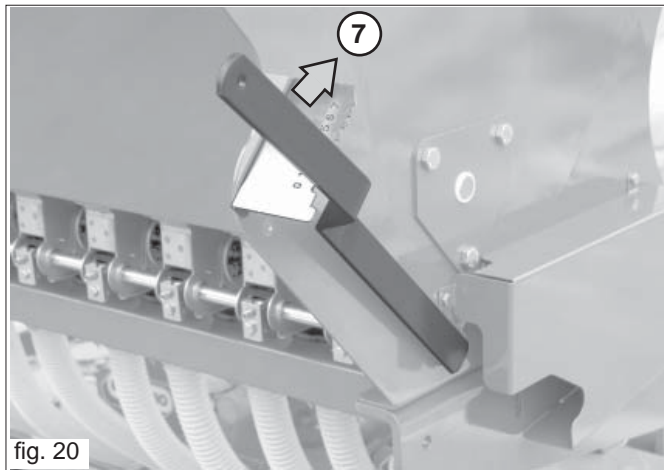

fig. 20
- pour de grandes quantités, il est conseillé d'employer la manivelle sur la boîte à vitesses afin de faire tourner l'axe agitateur et de contrôler ainsi la quantité en décharge; pour le déchargement de petites quantités, déplacer le levier du doseur au-delà de la position 7 (Fig. 20).